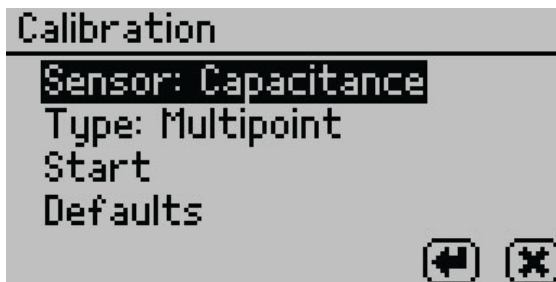

Figure 63 Màn hình hiệu chuẩn đầu dò Capacitance
2. Chọn **Calibration** từ tab **Configuration** (Figure 63).